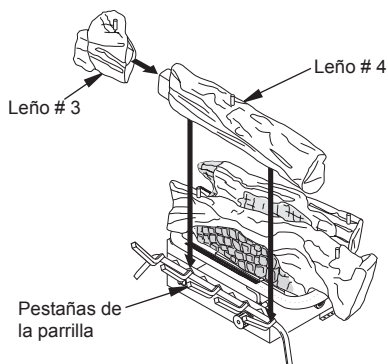

Figura 23 - Instalación de los leños delanteros (# 3 y # 4)
3. Deslice el leño (# 3) sobre el extremo izquierdo del leño (# 4). Coloque estos leños sobre las pestañas de la parrilla. Asegúrese de que las muescas del leño delantero estén alineadas con las pestañas de la parrilla (consulte la figura 23 en la página 19).